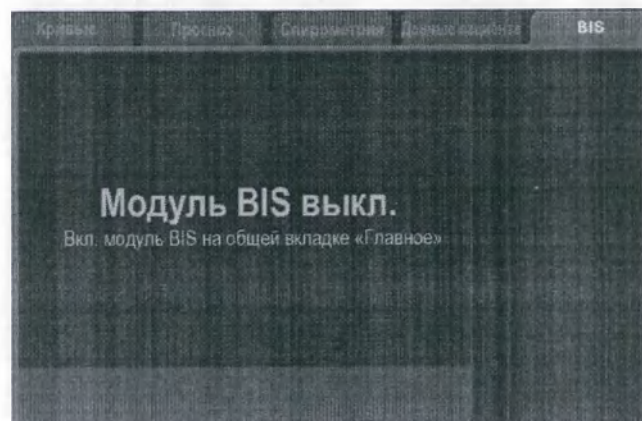
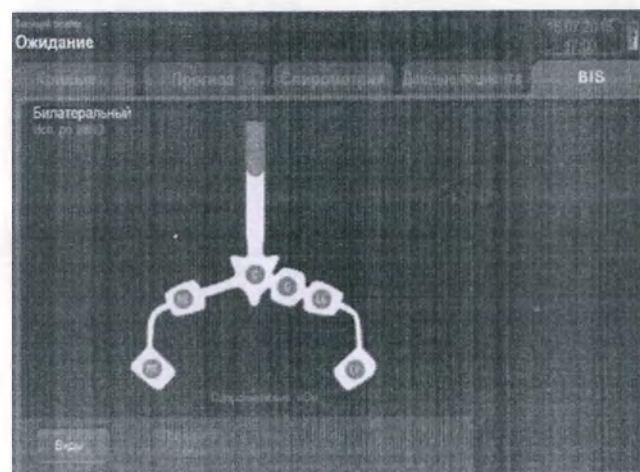

РИСУНОК 10-9 Модуль BIS выключен
РИС. 10-10 Модуль BIS в режиме ожидания
2. Включите или выключите модуль BIS, установив «Модуль BIS» в положение «Вкл» или «Выкл». Ниже показан интерфейс, когда модуль BIS установлен в положение «Выкл.» (см. РИС. 10-9). Ниже показан интерфейс вкладки BIS в режиме ожидания, когда модуль BIS переведен в положение «Вкл.» (см. РИС. 10-10).